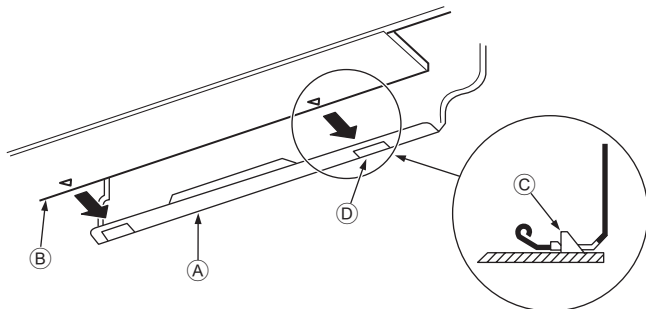

Fig. 3-10
- Fixer en poussant la partie inférieure de l'appareil intérieur sur la planche d'installation Ⓢ. (Fig. 3-10)